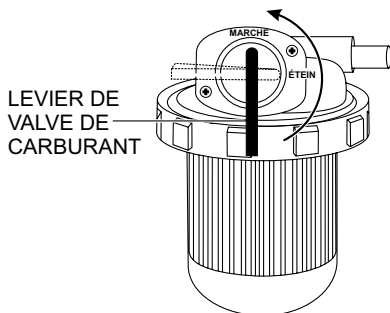

Figure 20. Levier de la soupape de carburant (MARCHE)
2. Déplacer le levier de la soupape de carburant (Figure 20) à la position de marche.